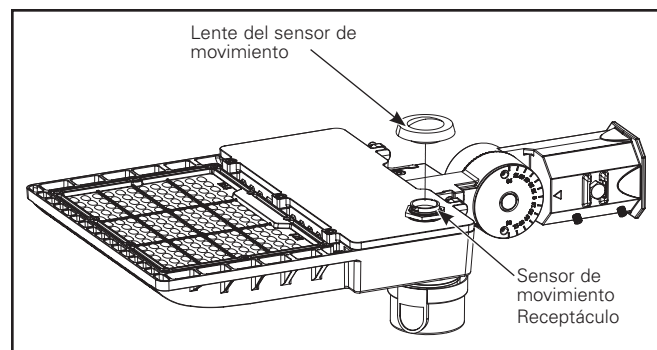

Figura 12.
2. Gírela para instalar la lente del sensor de movimiento provista en el receptáculo hasta que quede firme (Figura 12).